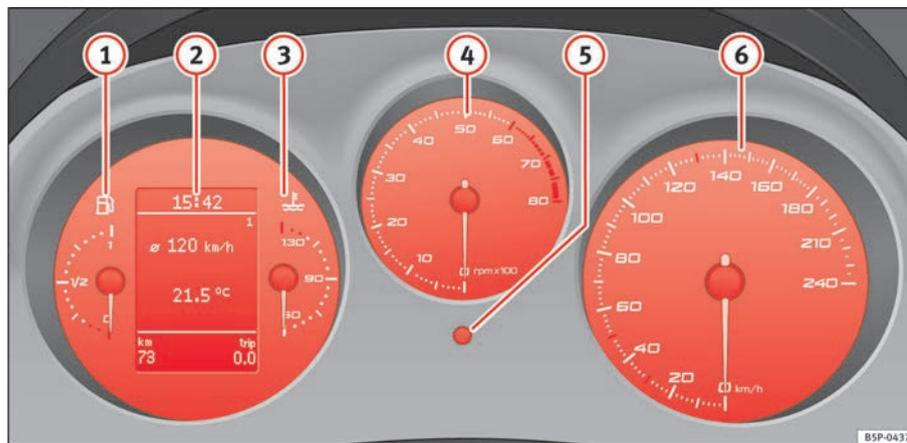

Fig. 33 Pormenor do painel de bordo: painel de instrumentos
O início da zona vermelha ⇒ página 59, fig. 33  indica o regime máximo de rotações do motor à temperatura de serviço. Recomenda-se que antes de alcançar esta zona seja engrenada a velocidade imediatamente superior ou que seja colocada a alavanca selectora na posição D ou ainda que se desacelere o motor.
- Para acertar as horas, rodar o botão ⇒ página 59, fig. 33  para a direita, até ao primeiro «clique». Os dígitos das horas piscam. Para modificar a hora, premir o botão.
mantendo pressionado durante alguns segundos o botão de reposição a zero ⇒ página 59, fig. 33 ⑥.